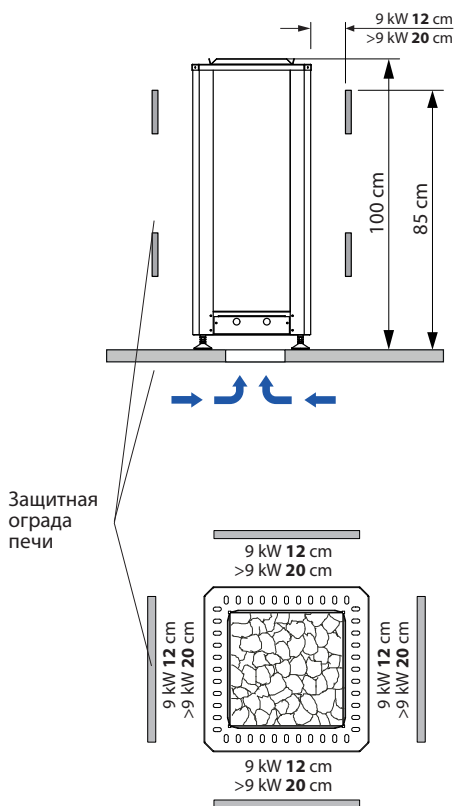

Рис. 1
- Обязательно оборудуйте печь притоком свежего воздуха в нижней части в непосредственной близости от печи. Минимальный размер притока и вытяжки 300 см². Если приток невозможно поместить в боковой стене, то он должен быть проложен под полом с выходом возле печи как показано на рис. 1.